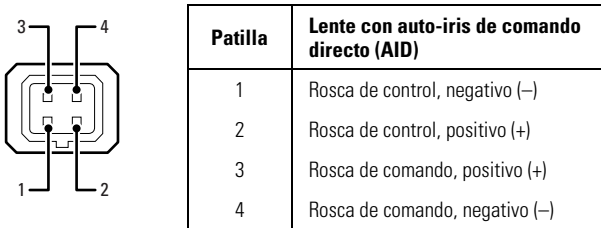

Figura 2. Conexiones de patillas de la lente
- c. Conecte la lente con auto-iris al conector de 4 patillas ubicado al costado de la cámara. Consulte en la Figura 2 información sobre las conexiones de las patillas correspondientes al conector de la lente con auto-iris.